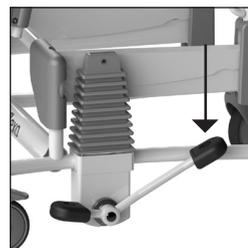

Figura 14 Spostamento verso l'alto.
- La sedia si sposta verso l'alto se si preme la parte lunga del pedale in modo delicato e uniforme (vedere figura 14).